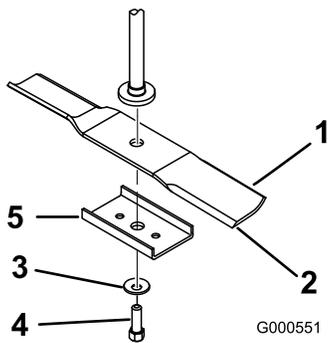
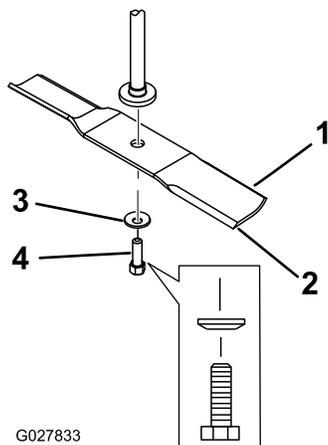

Bild 61
Bild 62
2. Nehmen Sie die Messerverstärkung (nur 81-cm-Mähwerke), die Messerschraube, Wellenscheibe und das Messer von der Spindelwelle ab (**Bild 61** und **Bild 62**).
- Setzen Sie das Messer auf die Spindelwelle (Bild 62).
- Montieren Sie die Messerverstärkung (nur 81-cm-Mähwerke), die Wellenscheibe (Schalenseite zum Messer) und die Messerschraube (Bild 62).